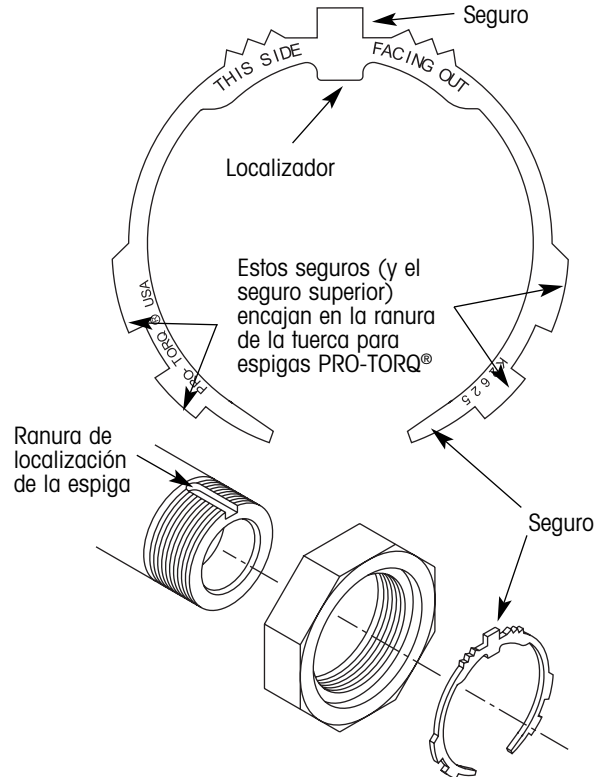

Figura 61. Detalles de instalación del seguro y de la tuerca para espigas Stemco® PRO-TORQ®
- e.) Instale el seguro con las piernas dobladas apuntando hacia afuera. Inserte el seguro en la ranura de la tuerca y coloque el localizador del seguro en la ranura de localización de la espiga (figura 61).